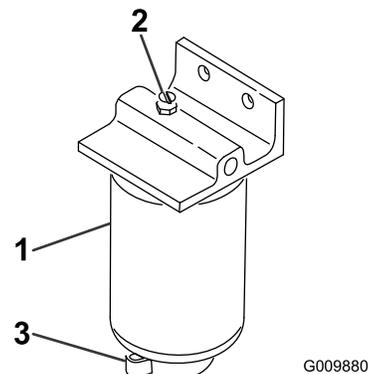

Bild 47
2. Lösen Sie das Ablassventil an der Unterseite der Filterglocke (Bild 47).
1. Reinigen Sie den Anbaubereich der Filterglocke (Bild 47).